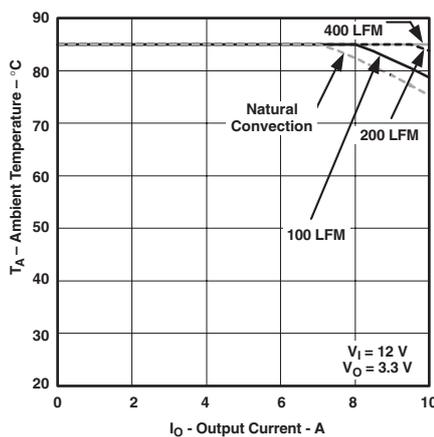

Figure 4.
- (2) 温度デレーティング曲線は、内部コンポーネントの温度がメーカーの指定した最高動作温度以下になる条件を表します。このデレーティング制限は、2オンス (56.69 グラム) の銅を使用した、100mm × 100mmの両面基板に直接半田付けされたモジュールに対して適用します。表面実装パッケージ (AS、および AZ の各サフィックス) では、複数のビアを使用する必要があります。詳細については、メカニカル仕様を参照してください。これらは、図4に対して適用されます。